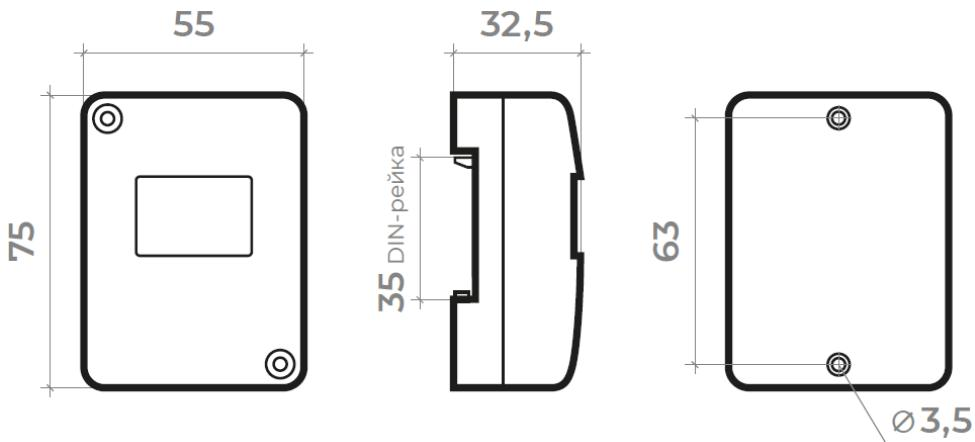
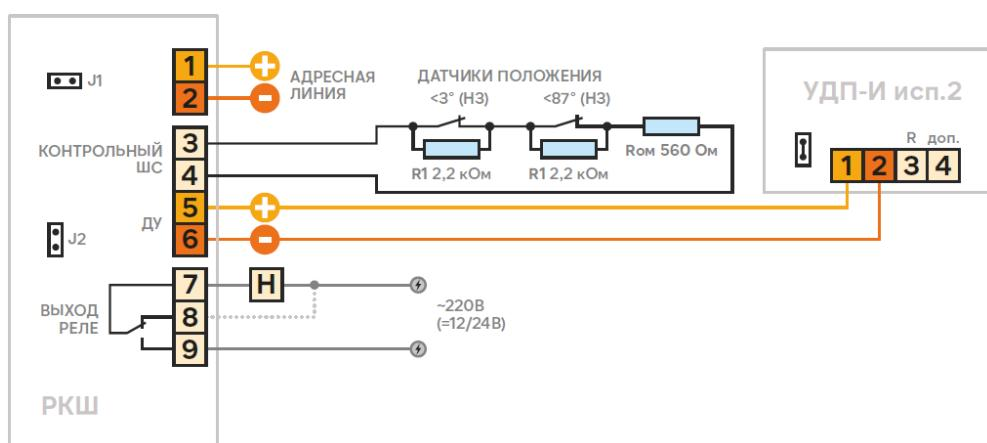

Рис.1. Габаритные и установочные размеры КУПОЛ-РКШ.
Рис.2. Схема подключения нормально-выключенной нагрузки.
1.8. Установка режимов работы модуля производится с помощью 2-х джамперов (см рис.2,3):
2.1.2. Габаритные и установочные размеры модуля показаны на рис.1, принципиальные схемы подключения – на рис. 2 - 4.
На рис.2 при слаботочной нагрузке (светодиодное табло, сирена, некоторые приводы клапанов) возможна подсветка табло или слабое звучание оповещателя за счет протекания через них тока контроля цепи управления (п.4.8). Для устранения влияния тока контроля рекомендуется замыкать выключенную нагрузку, как показано пунктиром. Для сохранения контроля нагрузки замыкание следует производить резистором, подбирая его номинал в диапазоне 100 Ом \div 5 кОм.